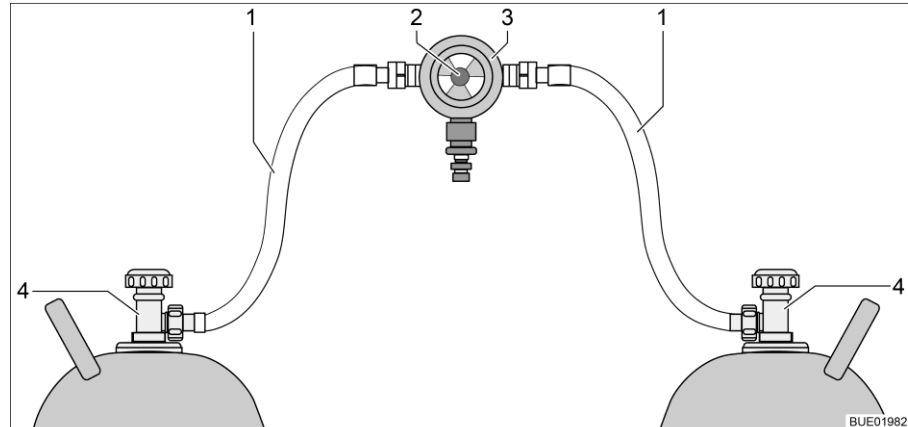
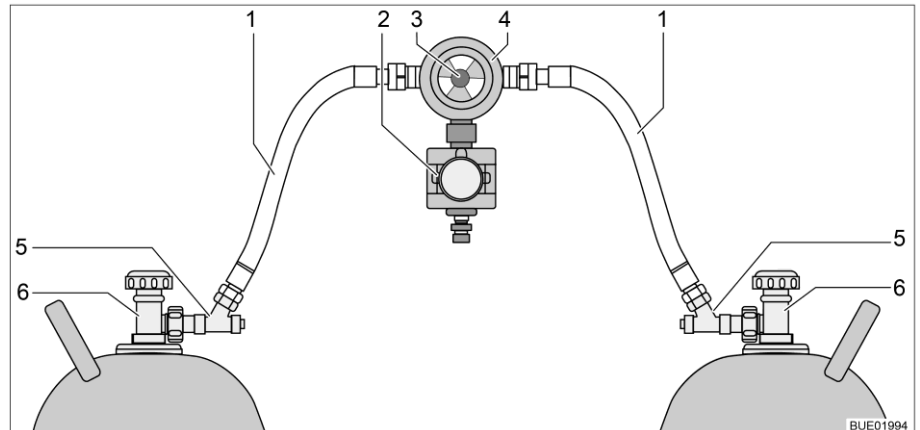

Fig. 56 Impianto di commutazione per bombole del gas
Fig. 57 Impianto di commutazione per bombole del gas con CPU
L'impianto di commutazione per bombole del gas è formato da un regolatore di pressione del gas combinato con valvola di commutazione e indicazione (Fig. 56,3). L'impianto di commutazione per bombole del gas è montato tra i due tubi del gas (Fig. 56,1).
L'impianto di commutazione per bombole del gas è formato da un regolatore di pressione del gas combinato con valvola di commutazione e indicazione (Fig. 57,4) e una elettrovalvola (Fig. 57,2). In caso di frenata brusca, incidente o inclinazione straordinaria, l'elettrovalvola blocca l'alimentazione del gas al veicolo. L'impianto di commutazione per bombole del gas è montato tra i due tubi del gas (Fig. 57,1) con dispositivi antirottura del tubo flessibile (Fig. 57,5).
L'impianto di commutazione per bombole del gas garantisce una pressione del gas costante, indipendentemente da quale bombola provenga l'alimentazione del gas. L'indicatore nella valvola di commutazione indica il livello di riempimento della bombola in uso. Se l'indicatore è verde, il rifornimento di gas viene fatto dalla bombola in uso. Quando l'indicatore è rosso, la bombola in uso è vuota. Il rifornimento di gas avviene poi tramite la bombola di riserva. Con la manopola (Fig. 56,2 o Fig. 57,3) sull'impianto di commutazione per bombole del gas è possibile stabilire quale delle bombole del gas viene utilizzata come bombola in uso e quale come bombola di riserva.
Sulla centralina di controllo (Fig. 58) possono venire azionate solo le funzioni elettriche. Le valvole principali di arresto delle bombole del gas (Fig. 56,4 o Fig. 57,6) devono essere aperte manualmente.
- Aprire le valvole principali di arresto delle bombole del gas (Fig. 56,4 o Fig. 57,6).
- Premere i dispositivi antirottura del tubo flessibile (Fig. 57,5) uno dopo l'altro per 10 secondi.
- Con la manopola (Fig. 56,2 o Fig. 57,3) sull'impianto di commutazione selezionare la bombola del gas, da cui deve provenire la principale alimentazione del gas (bombola in uso). Girare la manopola fino all'arresto.
- Chiudere le valvole principali di arresto delle bombole del gas (Fig. 56,4 o Fig. 57,6).